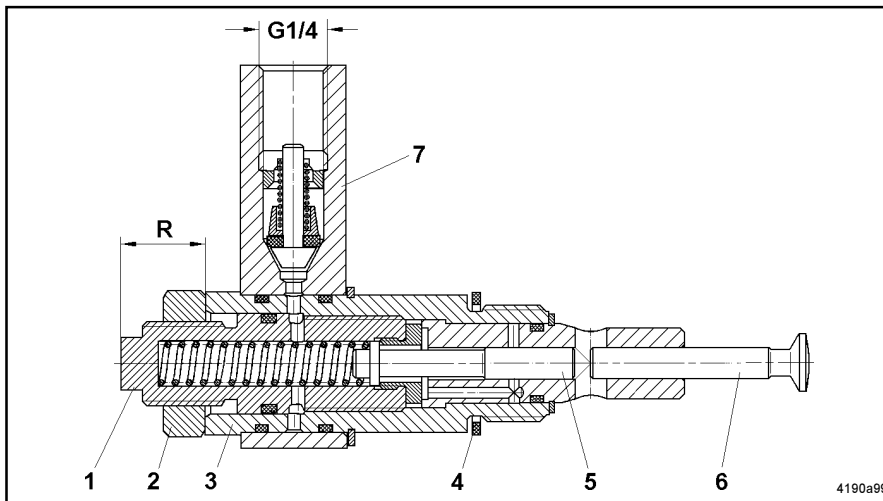

Abb. 4 - Pumpenelement mit Schnittbild
- \* Die Gegenmutter (2, Abb. 4) lockern, dabei die Einschraubhülse (3) mit einem zweiten Schlüssel festhalten.
- \* Regulierspindel (1) mit einem Schlüssel SW 10 drehen:
- Das Maß "R" in Abb. 4 gibt die ungefähre Größe der
- \* Nach der Einstellung Gegenmutter (2) kontern. **Anzugsdrehmoment max. 12 Nm.**
- \* Das Pumpenelement zunächst von Hand einschrauben und dann mit einem Gabelschlüssel am Einschraubzapfen (Pos. 3, Abb.4) anziehen.
- \* Gabelschlüssel am Einschraubzapfen des Pumpenelementes (Pos. 3, Abb. 4) ansetzen und das Pumpenelement vorsichtig herausschrauben.